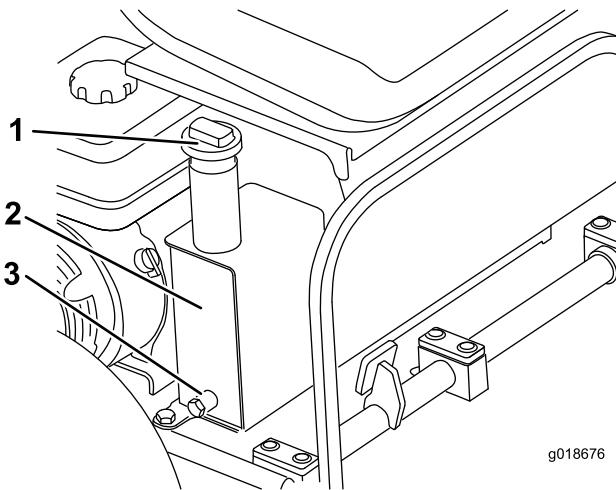

Figura 20
- B. Retire el tapón de la parte superior del depósito de aceite (Figura 20).
1. Coloque un recipiente debajo del tapón de vaciado del depósito de aceite (Figura 20).
2. Retire el tapón del lado del depósito (Figura 20).
7. Retire el tapón del depósito de aceite (Figura 20).